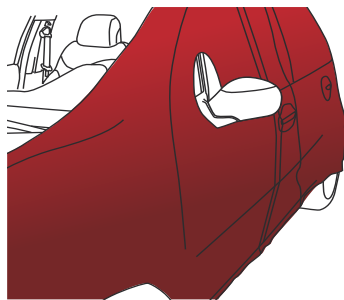

Figure 23
- ▶ Le film est tendu sur la totalité de la surface à couvrir. Vous allez maintenant pouvoir procéder à l'application du film (FIG. 23) selon les surfaces rencontrées.